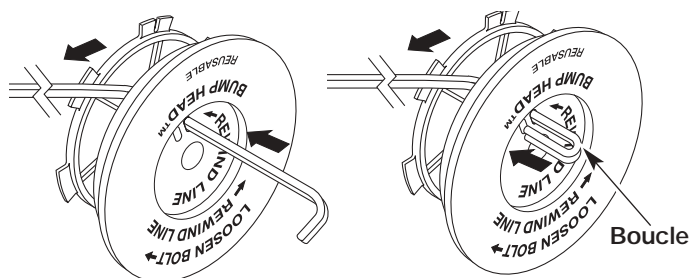

Fig. 33
- Découpez environ 2,5 m (8 pi) de fil neuf. Insérez une extrémité de fil dans l'un des deux trous du moulinet intérieur (Fig. 33). Tirez le fil jusqu'à ne laisser que 10 cm (4 po) environ.
- Insérez l'extrémité du fil dans le trou ouvert du moulinet et tirez sur le fil pour que la boucle soit le plus petit possible (Fig. 33).